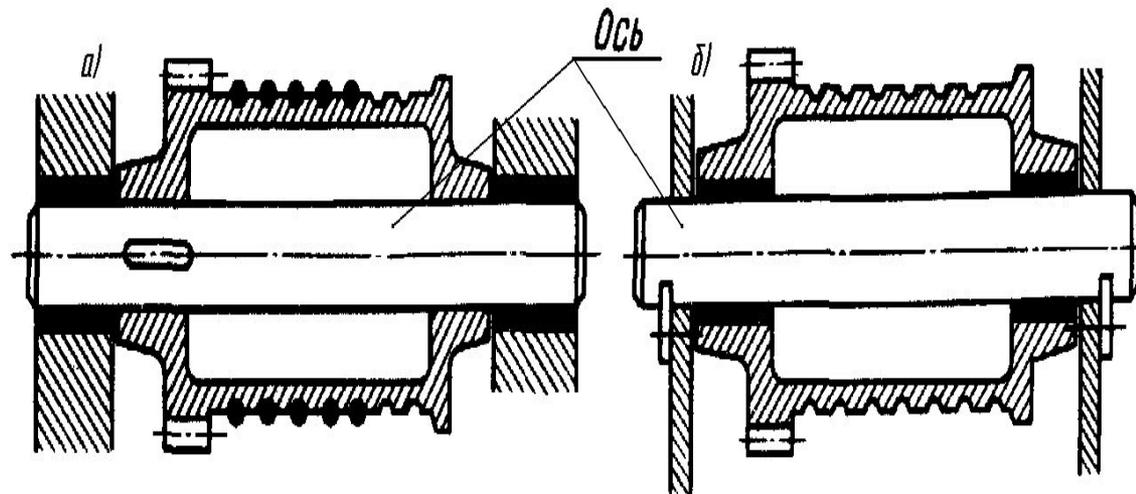

Рисунок 2 – Ось барабана лебёдки:
**Ось** – только поддерживает установленные на ней детали и воспринимает действующие на них силы (рисунок 2).